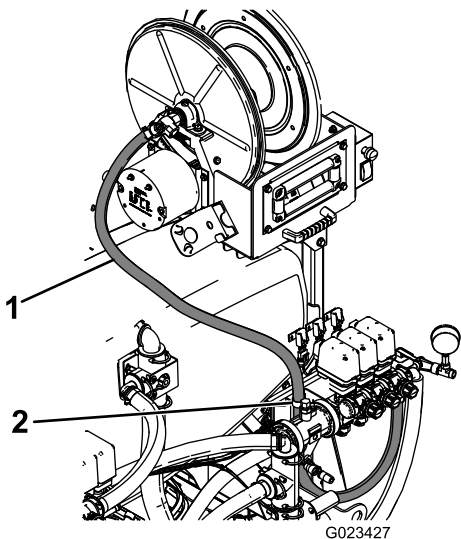

Figure 11
9. Fixez la collier en R au support de stabilisation arrière au moyen du boulon et de l'écrou existants (Figure 11).